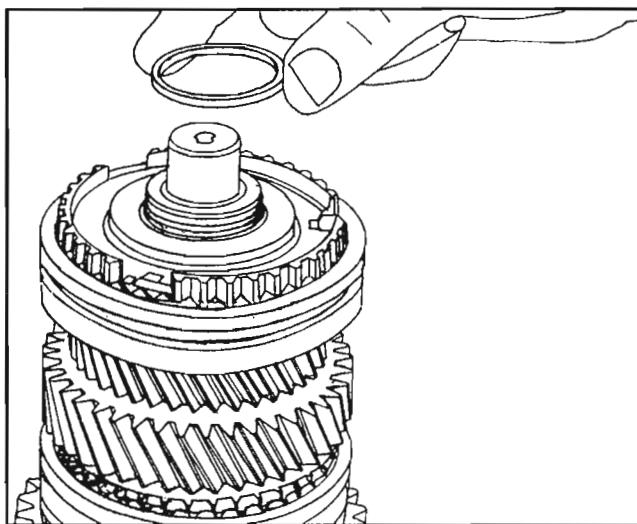

Fig. 67
Instale el separador (16) en el eje primario. *Fig. 67*